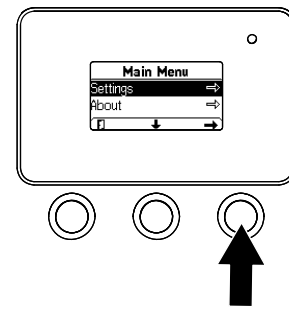

Figure 25
1. Dans le menu PRINCIPAL, appuyez sur le bouton central pour naviguer jusqu'au menu RÉGLAGES, puis appuyez sur le bouton droit (Figure 25).